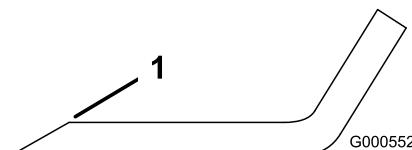
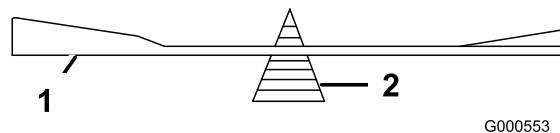

Figure 57
Figure 58
1. Au moyen d'une lime, aiguissez les tranchants aux deux extrémités de la lame (Figure 57) Veillez à conserver l'angle de coupe d'origine. Limez la même quantité de métal sur chacun des deux tranchants pour ne pas déséquilibrer la lame.
2. Vérifiez l'équilibre de la lame en la plaçant sur un équilibrage (Figure 58). Si la lame reste horizontale, elle est équilibrée et peut être utilisée. Si la lame est déséquilibrée, limez un peu l'extrémité de la partie relevée seulement (Figure 57). Répétez la procédure jusqu'à ce que la lame soit équilibrée.